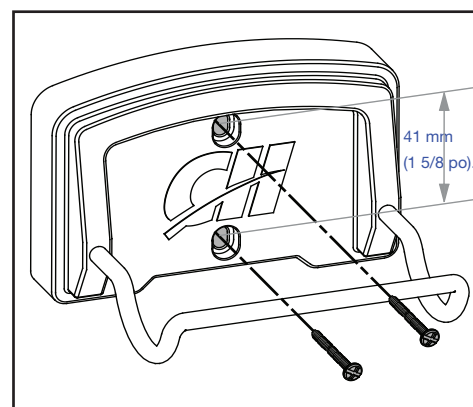

Figure 3 - Montage à parois
4. Après avoir trouvé le poteau, marquez les deux trous sur le mur avec le support mural (41,3 mm (1 5/8 po) d'axe en axe). Voir la figure 3.